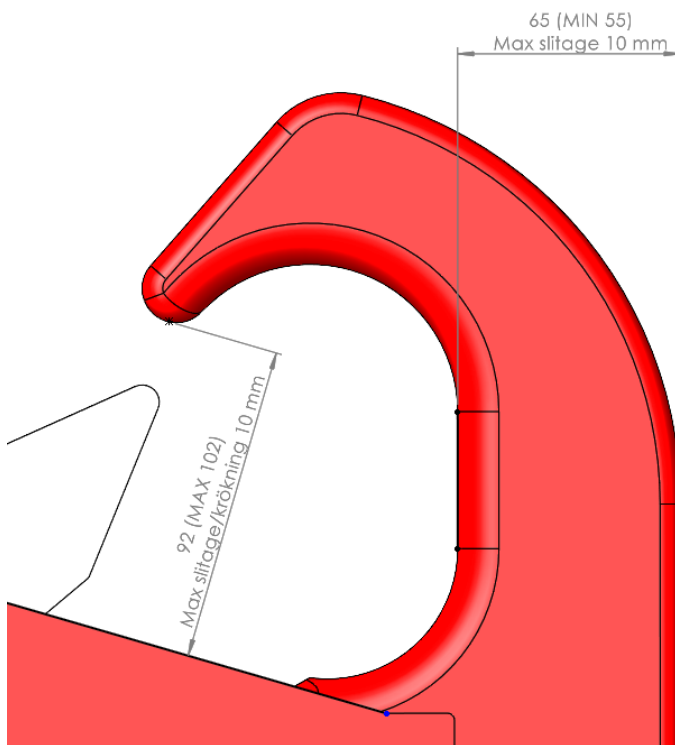

Bild 46 Maximalt slitage krok
- Kontrollera slitage på krok. Maximalt tillåtet slitage i krokens greppyta är 10 mm, det betyder att kvarvarande gods inte får understiga 55 mm. Maximalt tillåtet slitage / deformation i krokänden är 10 mm, det betyder att mått mellan krokspets och underliggande kant som max får vara 102 mm. Se Bild 46 Maximalt slitage krok. Vid större slitage/deformation behöver kroken bytas.